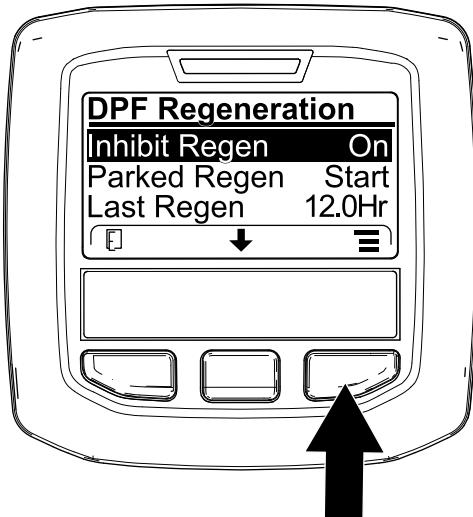
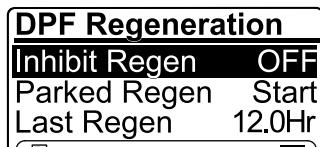

Figura 31
Figura 32
1. Aceda ao menu Regeneração do DPF, prima o botão central para ir até à opção INIBIR REGENERAÇÃO e prima o botão direito para selecionar a entrada Inibir regeneração (Figura 31).
2. Prima o botão direito para alterar a definição da Inibição da regeneração de On para Off (Figura 31) ou de Off para On (Figura 32).